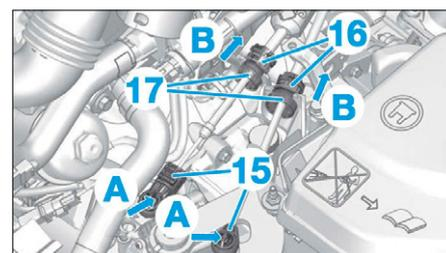

FIG. 102
- Pincer les languettes des rotules (15) (flèche A), à l'aide d'une pince à becs et les désaccoupler de la commande des vitesses.
- Tourner dans le sens horaire et pousser les clés de verrouillage (16) (flèche B) (Fig.102).
- Dégager les arrêts de gaine (17) de leurs supports en tirant vers le haut.